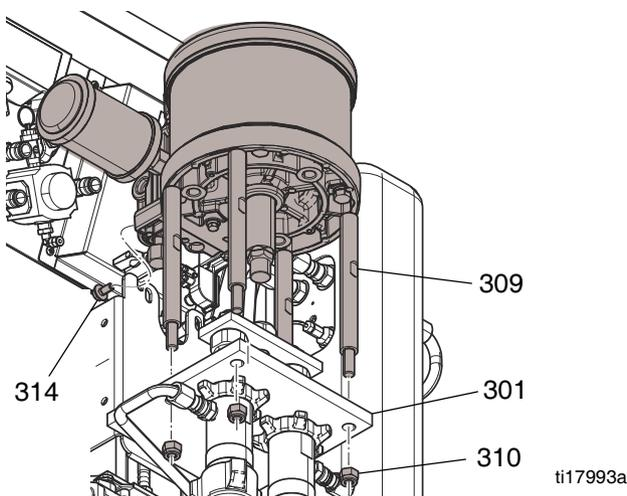

図 2
- タイロッドをプレート (301) に通して取付けます。ネジ (314) がブラケットスロット (311) に合っていることを確認します。ネジ (314) を取付けます。図 2 を参照してください。
- ナット (313) を 43-51 N·m (32-38 フィート・ポンド) になるまで締めます。
- 4 つのタイロッドナット (310) を小刻みに、37-43 N·m (27-32 ft-lbs) になるまで均一にトルクを与えます。図 2 を参照してください。